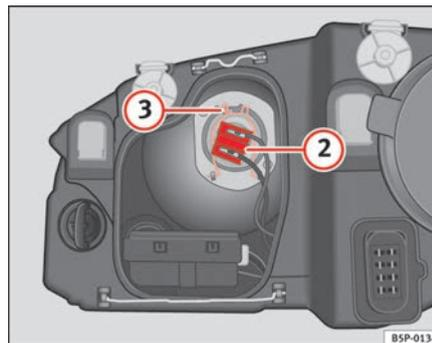

Fig. 185 Médios
- Retirar o conector ⇒ página 266, fig. 185 ② da lâmpada.
- Desengatar a mola de fixação ⇒ página 266, fig. 185 ③ pressionando-a para dentro e para a direita.